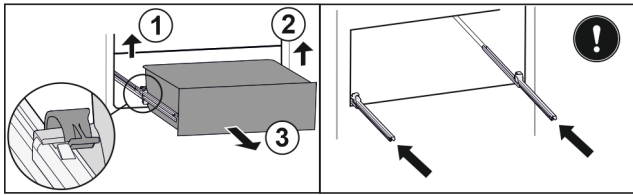

Fig. 147
- ▶ Levante la brida izquierda y, simultáneamente, tire de la parte izquierda del cajón hacia delante. Fig. 147 (1)
- ▶ Levante la brida derecha y, simultáneamente, tire de la parte derecha del cajón hacia delante. Fig. 147 (2)
- ▶ Extraiga el cajón hacia delante. Fig. 147 (3)